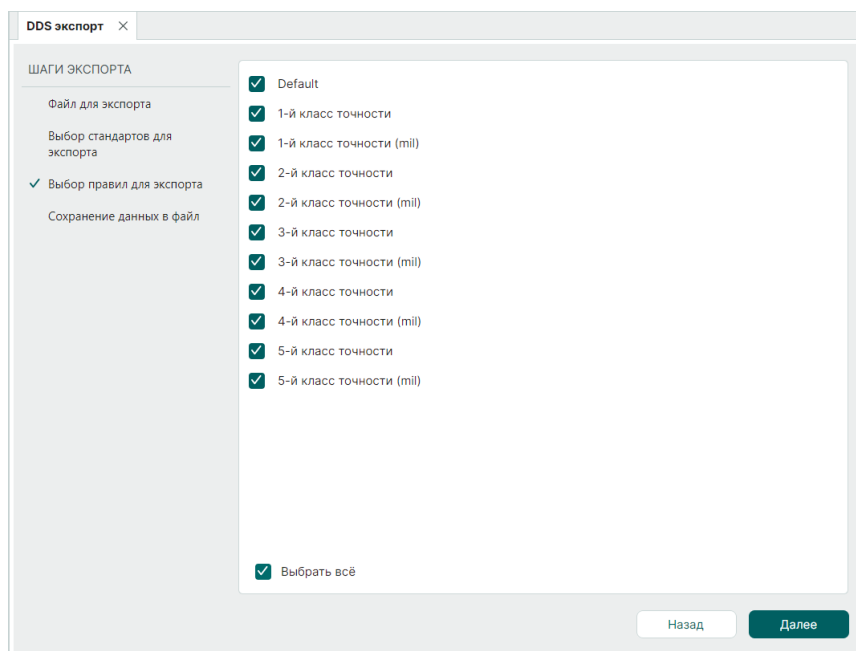

Рис. 11 Выбор правил для выгрузки стандартов
5. Укажите правила, по которым выбранные стандарты будут экспортированы, см. Рис. 11. При необходимости путем установки или снятия флага в поле «Выбрать все» возможно выбрать или снять флаги со всех разделов одновременно.